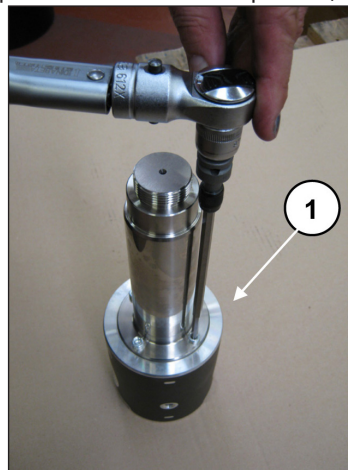

Fig. 37
Pour désassembler la tige du guide de piston, dévisser les vis à tête cylindrique M6 à l'aide d'une clé spéciale (rep. ①, Fig. 37).